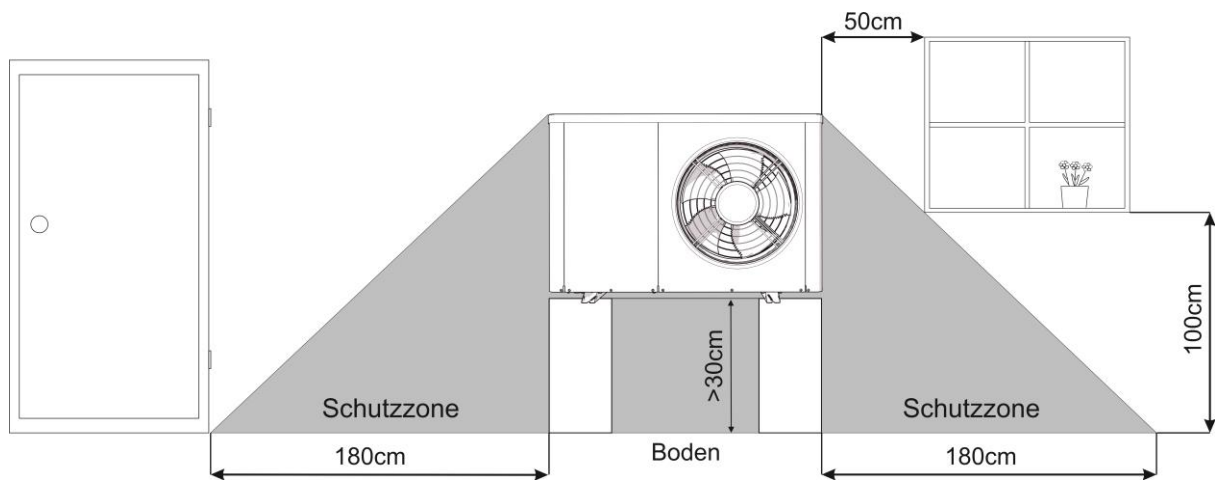

Abbildung 5. Umfang der Schutzzone und erforderliche Mindestabstände zu Türen und Fenstern von Gebäuden
- Um die Wärmepumpe herum muss ein Bereich als Schutzzone eingehalten werden. Die Ausdehnung der Schutzzone ist in Abbildung 5 dargestellt.